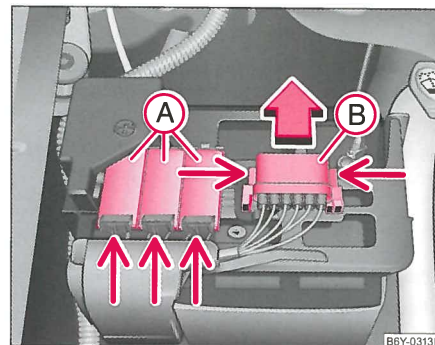

Fig. 170 Batteri:
- Tryk sikringsafdækningens holdere (A) ⇒ fig. 170 og vip afdækningerne op.
- Tryk samtidigt holderne for sikkerhedsafdækning (B) og skub afdækningen ud i pilens retning.
- Nogle vogne er kun udstyret med en afdækning **(B)** ⇒ side 225, fig. 170. ■